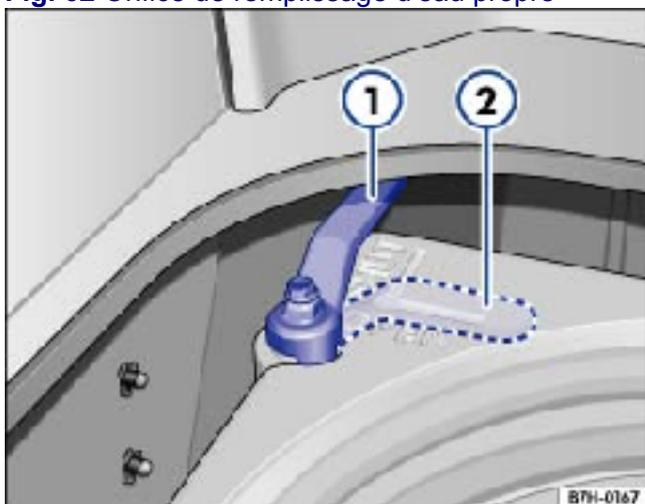

Fig. 63 À l'arrière de la lingerie, sous le plateau : vanne fermée ① ou ouverte ② du réservoir d'eau propre
- Vérifiez que le levier d'arrêt du réservoir d'eau propre est fermé ⇒ Fig. 63 ①.
- Mettez le levier d'arrêt rouge en position ⇒ Fig. 63② pour ouvrir la vanne d'arrêt et vidanger le réservoir d'eau propre ⇒ ⚠.
- Après la vidange, mettez le levier d'arrêt en position ① pour fermer la vanne d'arrêt.